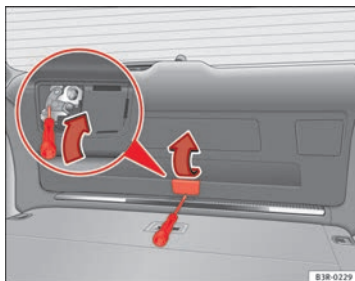

Abb. 76 Ausschnitt Heckklappe: Notentriegelung
- Klappen Sie die Abdeckung ⇒ Abb. 76 (Pfeil) auf.
- Stecken Sie einen Schraubendreher in die Öffnung ⇒ Abb. 76 (Pfeil) und schieben Sie den Schraubendreher in Pfeilrichtung, um die Heckklappe zu entriegeln. ■